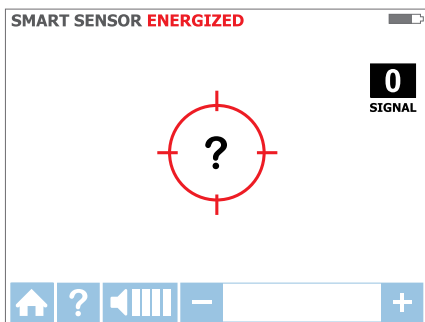

Figura 3.1c
3. Segure o recetor com o Sensor inteligente na traseira da unidade voltado para a área alvo. Se o ecrã apresentar um "?" intermitente num alvo vermelho, significa que não foi detetado nenhum sinal. Mova o Sensor inteligente para mais próximo da área alvo até que o sinal seja detetado e seja apresentada uma seta direcional. Se não for detetado nenhum sinal, aumente a sensibilidade usando o botão "+" no recetor. (ver Figura 3.1c)*